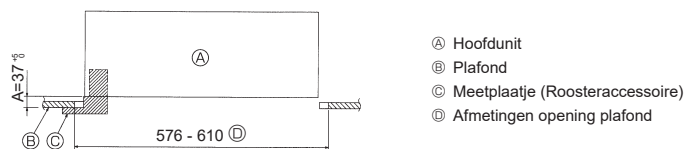

Fig. 4-6
- Als u het apparaat niet exact tegen het gat in het plafond kunt ophangen, dan kunt u het verschuiven door middel van een gleuf in de ophangplaat. (Fig. 4-6)